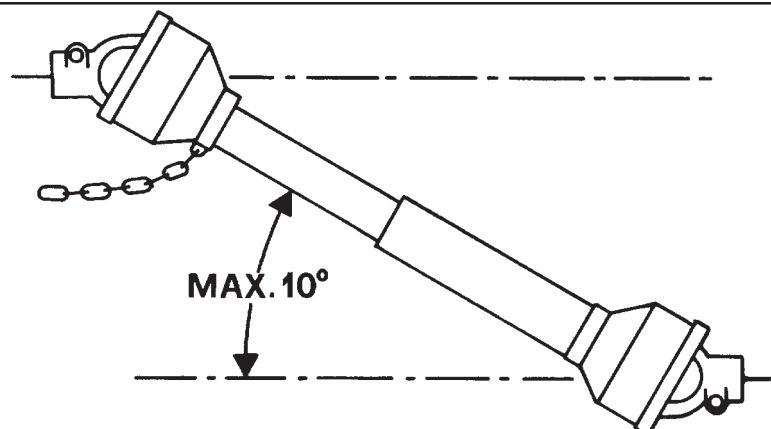

Fig. 5
- 40) Disinserire, sempre, la presa di forza quando l'albero cardanico fa un angolo troppo aperto (mai oltre i 10 gradi - Fig. 5) e quando non viene usata.
- 40) Always disengage the pto when the cardan shaft is set at an excessively open angle (never beyond 10 degrees - Fig. 5) and when it is not in use.
- 40) Débrayez toujours la prise de force quand l'angle de l'arbre à cardans est trop ouvert (jamais plus de 10 degrés Fig. 5) et lorsque vous ne devez pas l'utiliser.
- 40) Die Zapfwelle immer ausschalten, wenn die Gelenkwellen einen zu großen Winkel einnimmt (nie über 10 Grad - Abb. 5) und wenn sie nicht gebraucht wird.
- 40) Desactivar, siempre, la toma de fuerza cuando el árbol cardánico hace un ángulo demasiado abierto (nunca superar los 10 grados - Fig. 5) y cuando no la usamos.